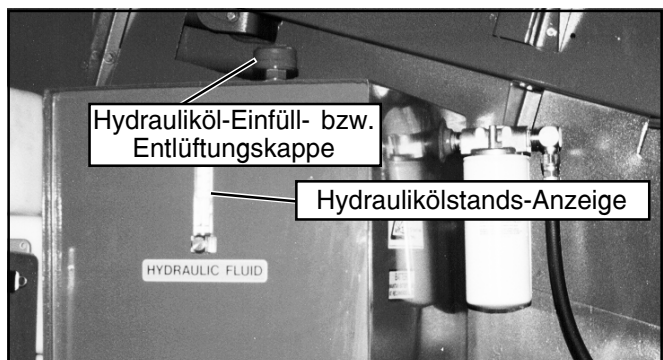

Abbildung 14: Hydrauliköltank
1. Den linken Deckel des Drehgestells öffnen und den Ölstand am Schauglas ablesen, wobei der Ausleger in Ausgangsstellung und eingefahren sein muß. Motor kann dabei laufen oder stehen (siehe Abbildung 14).